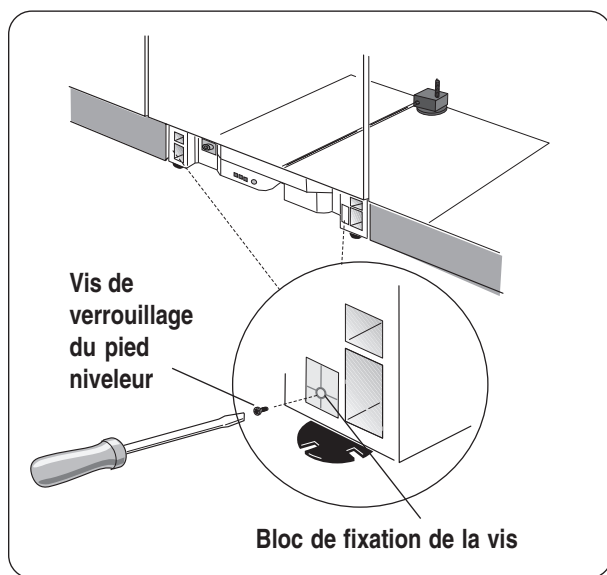

Figure 23
- 2 Une fois l'appareil installé dans l'ouverture, mettre de niveau et fixer, verrouiller les deux pieds niveleurs avant en vissant les vis des verrouillage dans chaque vis située devant les pieds niveleurs, **figure 23**.